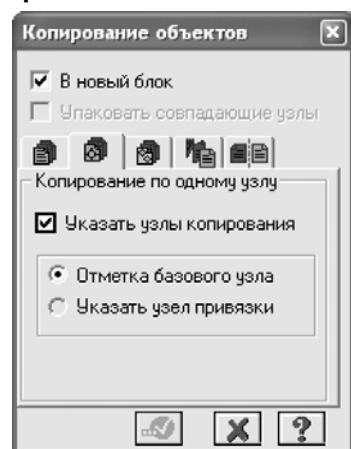

Рис.4.9. Диалоговое окно
- Вызовите диалоговое окно **Копирование объектов** (рис.4.9) из меню **Схема** ⇒ **Корректировка** ⇒ **Копировать выбранные объекты**.